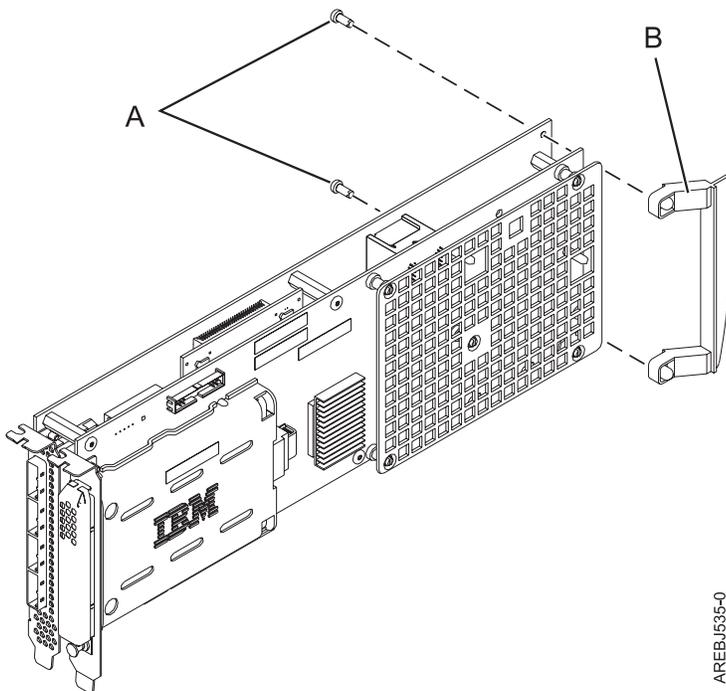

Abbildung 33. Kassettenadaptergriff anbringen
- a. Entfernen Sie den Adaptergriff **B** (siehe Abb. 33).